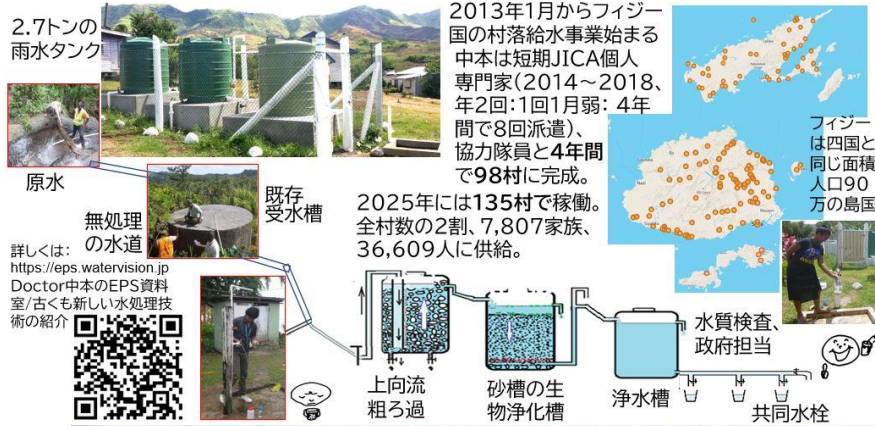

図40 フィジーでの村落給水事業
26)年から4年間に約1000の村に安全な飲み水を供給できる浄化装置を建設するのに協力した(図40)。フィジー政府の要請でJICAの個人専門家として、約1カ月間の短期を4年間で8回かけて協力隊員の協力の元で実施した。日本でも業界の利益を考えるコンサルに頼らず、自分で少し考えれば